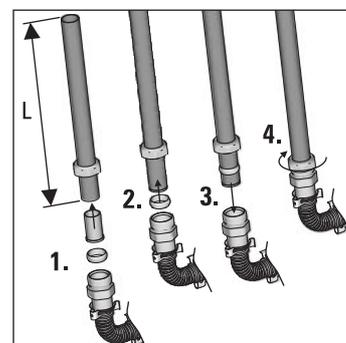

Fig. 3-32 Étape 5
5. Relier les conduites de raccordement avec les raccords par vis à bague coupante des raccords (fig. 3-32).